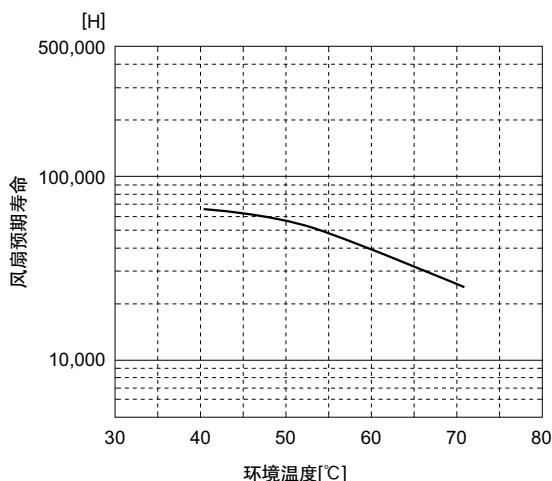

图5.5 风扇预期寿命
■ 风扇应定期更换，因为其预期寿命 (R(t)=90%) 取决于图5.5所示的使用条件。有关风扇单元的详细信息，请参见“选配件”。